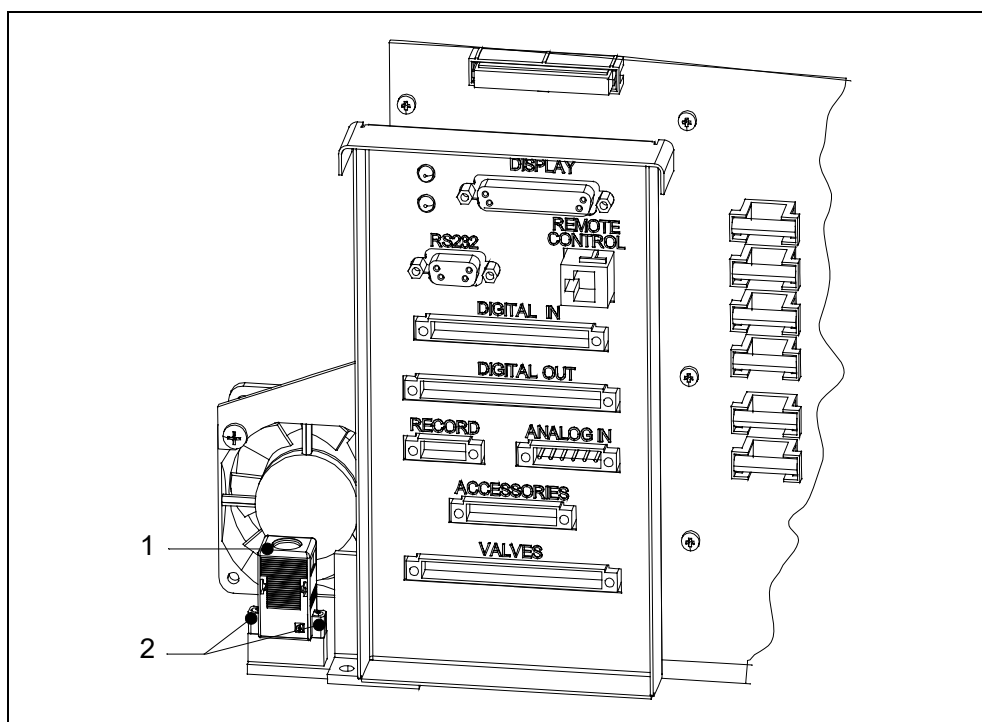

Abb. 7-7 Austausch I-STICK
- Für den Austausch des I•STICK lösen Sie die beiden Schrauben mit denen der I•STICK auf der Steckdose verschraubt ist. Siehe hierzu nachstehende Abb. 7-7.